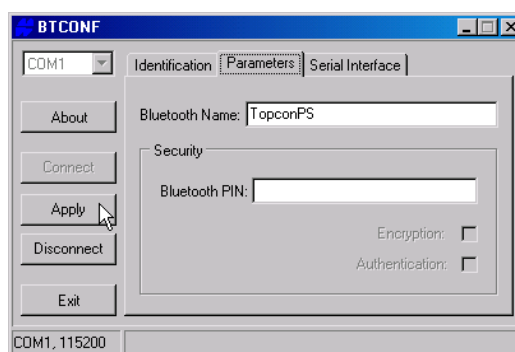

Figura 2-26. Pestaña Parameters de BTCONF
5. Haga clic en la pestaña *Parameters* (Figura 2-26). En la pestaña *Parameters* se introduce la información de identificación y seguridad de su módulo Bluetooth. La sección *Security* le permite introducir los parámetros de datos de seguridad y acceso no autorizado del módulo Bluetooth.
6. Introduzca hasta 14 caracteres para asignar un nombre único a su módulo Bluetooth (Figura 2-26), y haga clic en **Apply**.